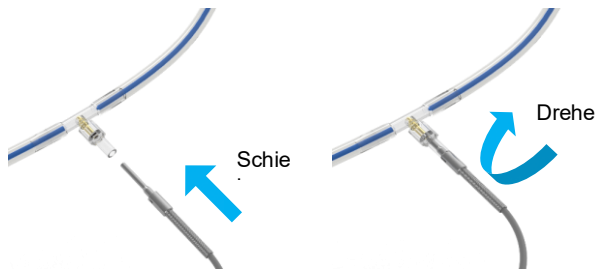

Abbildung 15 Anschluss des Temperatursensors an das Perfusionsset
- Schließen Sie den T2-Sensor an die Perfusionsleitung an (Abbildung 15); er befindet sich am Ausgang des Behälters für die Niere.